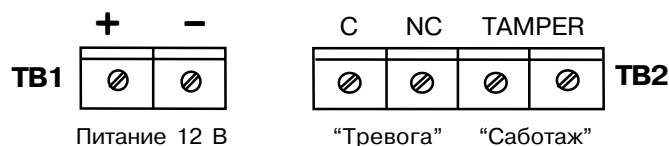

Рис.2. Клеммы подключения
- Клеммы для подключения извещателя находятся в верхней части печатной платы. Выполняйте соединения согласно рис. 2.